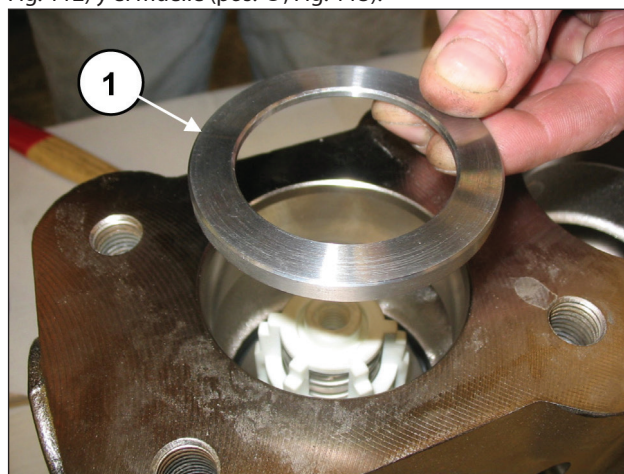
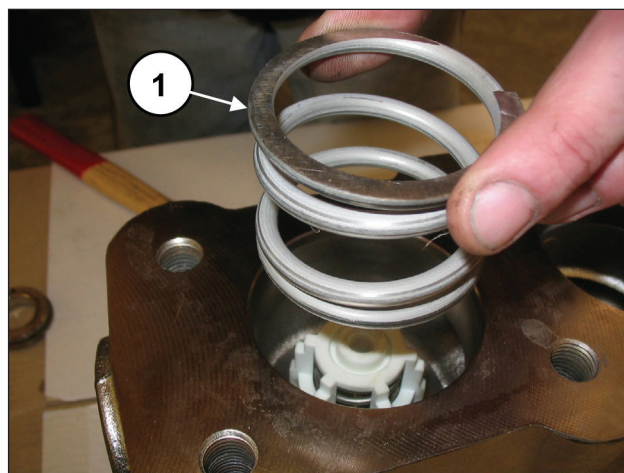

Fig. 112
Fig. 113
Introducir la anilla en el alojamiento de la válvula (pos. ①, Fig. 112) y el muelle (pos. ①, Fig. 113).